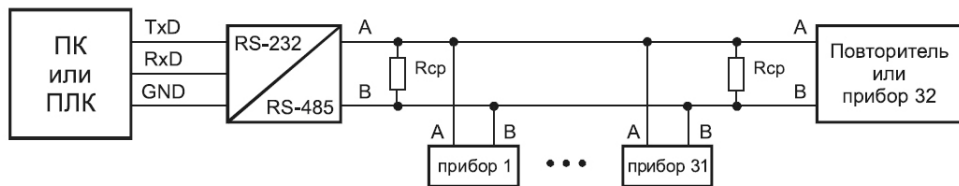

Рисунок 1.1 – Типовая топология промышленной сети RS-485
1.1 При проектировании промышленных систем автоматизации наибольшее распространение получили информационные сети, основанные на интерфейсе стандарта EIA RS-485. Он предусматривает передачу данных с помощью «симметричного» (дифференциального) сигнала по двум линиям (А и В) (рисунок 1.1) и использование дополнительной линии для выравнивания потенциалов заземления устройств, объединенных в сеть стандарта RS-485. Логический уровень сигнала определяется разностью напряжений на линиях (А-В), при этом логической единице соответствует диапазон значений напряжения от +0,2 до +5 В, а логическому нулю – диапазон значений от минус 0,2 до минус 5 В. Диапазон от минус 0,2 до + 0,2 В соответствует зоне нечувствительности приемника. При использовании указанного интерфейса максимальная длина линии связи между крайними устройствами может составлять до 1200 м. При этом в максимально удаленных друг от друга точках сети рекомендуется устанавливать оконечные согласующие резисторы (терминаторы), позволяющие компенсировать волновое сопротивление кабеля и минимизировать амплитуду отраженного сигнала.